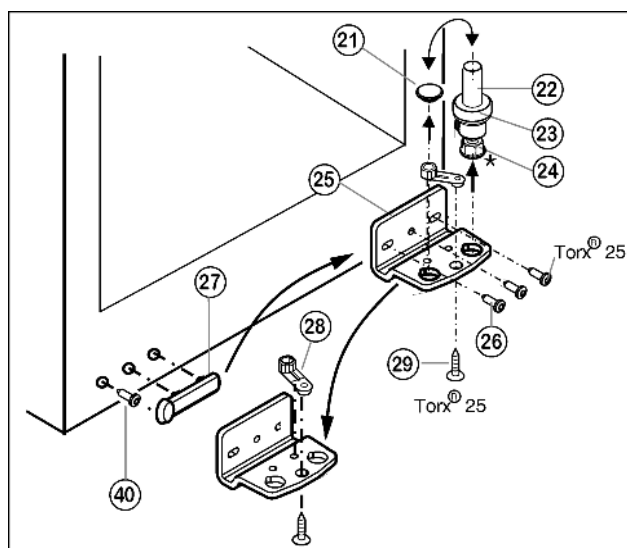

Fig. 5
- ▶ Ložiskový čep Fig. 5 (22) včetně podložky Fig. 5 (23) a seřizovací nožky* Fig. 5 (24) vytáhněte nahoru.
- ▶ Zátku Fig. 5 (21) odstraňte.
- ▶ Stojan ložiska Fig. 5 (25) odšroubujte Fig. 5 (26).
- ▶ Ložiskový díl Fig. 5 (28) odšroubujte Fig. 5 (29) a přemístěte jej do protilehlého upínacího otvoru stojanu ložiska, pak ho znovu pevně přišroubujte.
- ▶ Krytku na straně madla Fig. 5 (27) opatrně vytáhněte, šroub Fig. 5 (40) vyšroubujte a obojí přemístěte na druhou stranu.
- ▶ Stojan ložiska Fig. 5 (25) na nové straně závěsu zase přišroubujte příp. pomocí akumulátorového šroubováku (**momentem 4 Nm**).
- ▶ Zátku Fig. 5 (21) zase vložte do druhé díry.
- ▶ Ložiskový čep Fig. 5 (22) včetně podložky a seřizovací nožky* zase nasadte. Přitom dávejte pozor, aby zajišťovací vačka směřovala dozadu.
- ▶ Dveře nasadte shora na spodní ložiskový čep *Fig. 5 (22)*.
- ▶ Dveře případně pomocí obou podélných děr ve spodním stojanu ložiska *Fig. 5 (25)* vyrovnejte tak, aby licovaly se skříni přístroje. Vyšroubujte prostřední šroub.